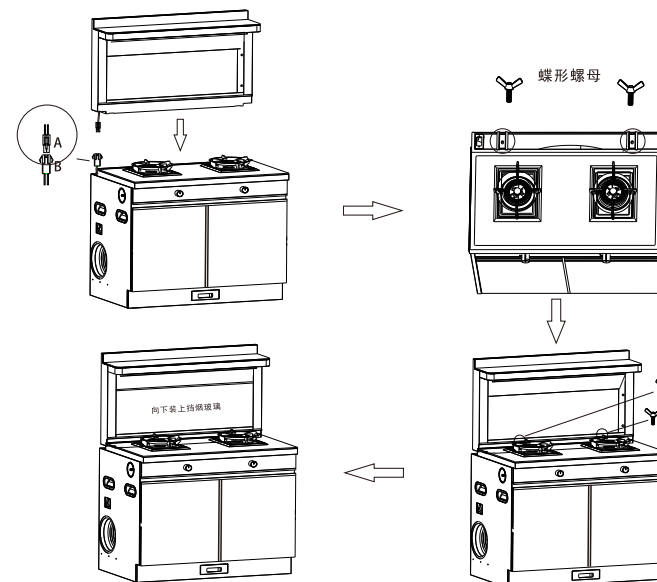

图4
- 2)如需左侧排烟（机器出厂均为右侧排烟）先取下左侧出风口盖板，再顺时针旋转出风口堵头将其取下；同时把右侧的出风管（带接头）顺时针旋转取下（如图4）；